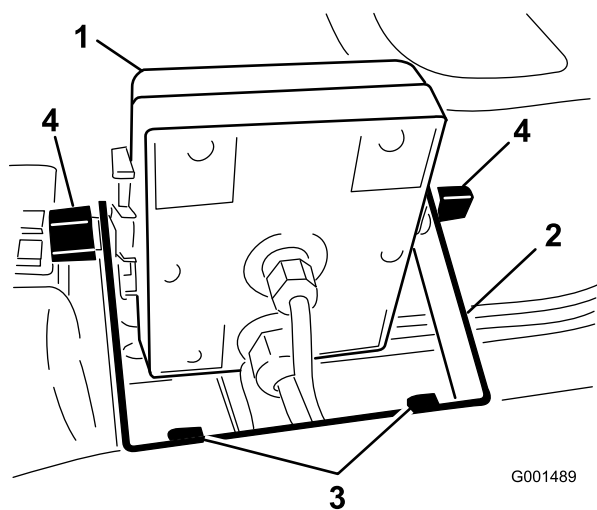
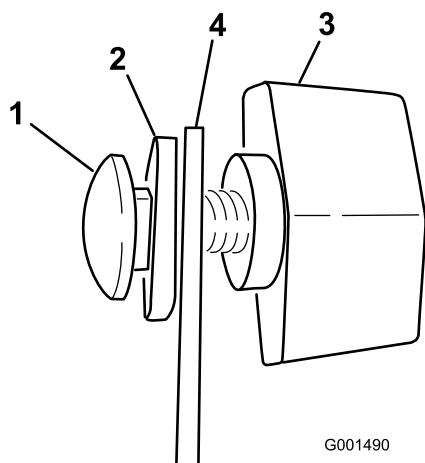

図 5
図 6
2. モニタのブラケットをダッシュボードに取り付ける；フランジヘッド・ボルト (1/4 x 3/4 in) 2本とフランジ・ナット (1/4 in) 2本を使用する (図 5)。
3. キャリッジボルト、ゴム・ワッシャ、ノブ各 2 個を、図 5 および図 6 のように仮止めする。
- ブラケットにスプレープロを取り付け(図 5)、ノブで固定する。